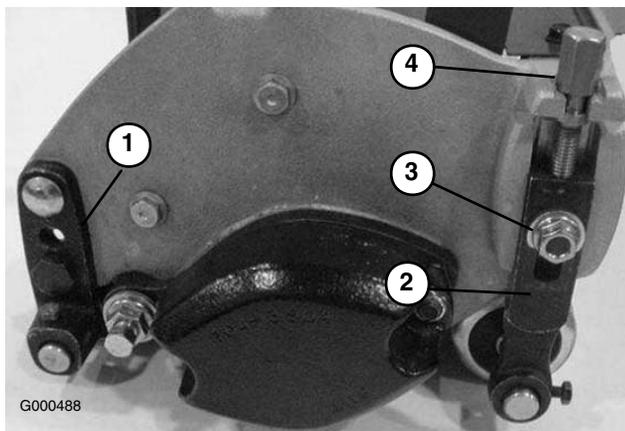

Bild 51
1. Stellen Sie die hinteren Walzenbügel (Bild 51) auf die obere oder untere Position, abhängig von dem gewünschten Schnitthöhenbereich.
3. Lösen Sie die Sicherungsmuttern, mit denen die Schnitthöhenarme an den Seitenplatten des Mähwerks befestigt sind (Bild 51).